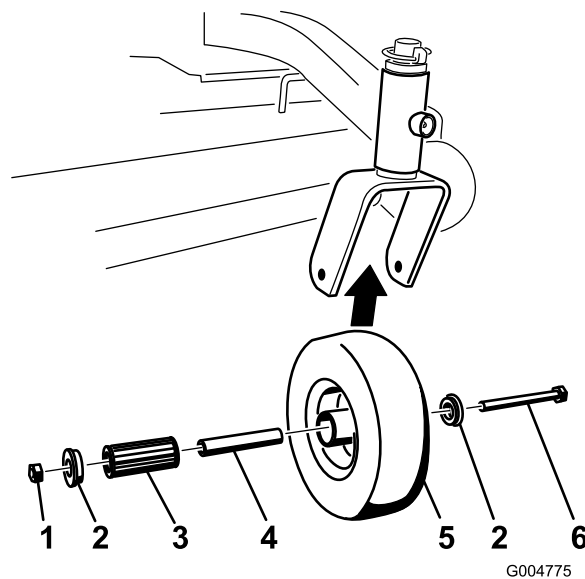

Figure 36
- Enlevez le contre-écrou et le boulon de fixation de la roue pivotante à la chape (Figure 36).
- Enlevez une bague, puis sortez la douille pour clé et le roulement à rouleaux du moyeu de roue (Figure 36).
3. Enlevez l'autre bague du moyeu, puis nettoyez la graisse et les saletés éventuellement présentes dans le moyeu (Figure 36).
4. Examinez l'usure du roulement à rouleaux, des bagues, de la douille pour clé et de l'intérieur du moyeu. Remplacez les pièces endommagées ou usées (Figure 36).
5. Pour le remontage, placez une bague dans le moyeu de la roue. Lubrifiez le roulement à rouleaux et la douille pour clé, et insérez-les dans le moyeu. Mettez la deuxième bague dans le moyeu (Figure 36).
6. Montez la roue pivotante dans la chape à l'aide du boulon et du contre-écrou. Serrez le contre-écrou jusqu'à ce que la base de la douille pour clé soit en appui contre l'intérieur de la chape (Figure 36).